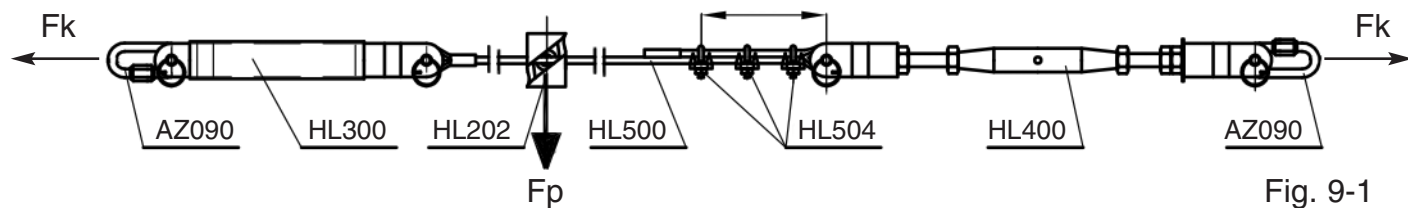

Fig. 9-1
- nella figura 10-1 si evidenzia come la base quadrata del paletto HL701 non abbia una direzione preferenziale per l'applicazione delle forze F_k e F_p (vedi fig. 9-1)
- nella figura 10-2 si evidenziano le possibili varianti di installazione, in considerazione del fatto che il paletto HL702 non ha una direzione preferenziale per l'applicazione delle forze F_k e F_p (vedi fig. 9-1)